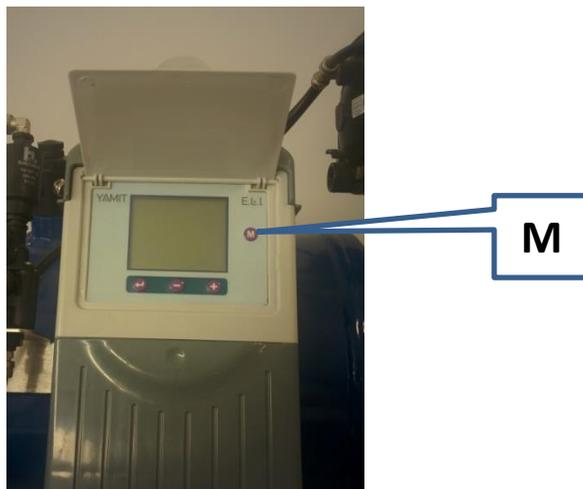

Figure 4: Retrait et mise en place des piles
2. Retirer les couvercles supérieurs et inférieurs du dispositif de commande électronique. Dévisser les 5 vis qui maintiennent fermé le boîtier (attention = certaines vis sont cachées par les cartes de sortie. Les retirer, voir figure 4).
13. Lancer un cycle de contre-lavage supplémentaire en mode manuel en manipulant la poignée (1/4 de tour en sens horaire) située sur le solénoïde (voir figure 4).